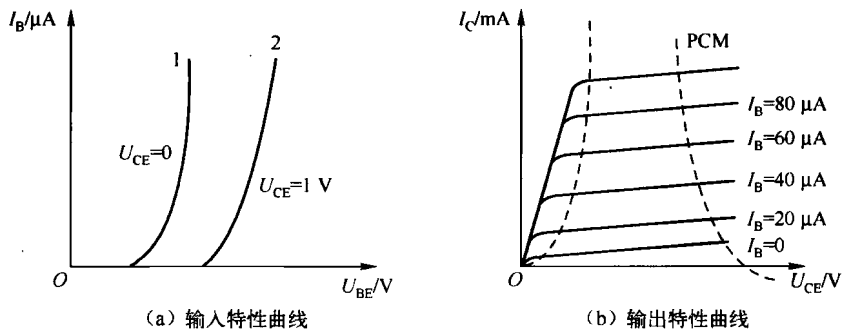

图 1-1-10 三极管特性曲线
(1) 输入特性曲线,是指晶体管集-射极电压 U_{CE} 为一定值时,基极电流 I_B 与基-射极电压 U_{BE} 之间的关系曲线,如图1-1-10(a)所示。
(2) 输出特性曲线,是指三极管在保持基极电流 I_B 为一定值时,集电极电流 I_C 与集-射极电压 U_{CE} 之间的函数关系,如图1-1-10(b)所示。由图可见,当 I_B 不变时, I_C 不随电压 U_{CE} 变化而变化;当 I_B 改变时, I_C 和 U_{CE} 的关系是一组平行的曲线族。这组曲线可以分为以下三个工作区域。